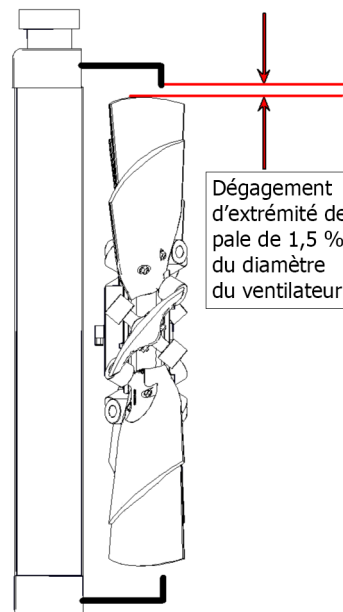

Figure 9
4. Faites tourner le ventilateur à la main et vérifiez que rien ne le bloque. Raccordez le tuyau pneumatique ou hydraulique au ventilateur et effectuez une dernière vérification. Faites tourner le ventilateur à la main avec le pas des pales inversé et vérifiez qu'il n'y a pas d'obstructions et que l'extrémité du ventilateur est bien dégagée. Flexxair recommande un dégagement adéquat de 1,5 % du diamètre du ventilateur. Votre conception peut nécessiter un dégagement supplémentaire. Voir la figure 9.